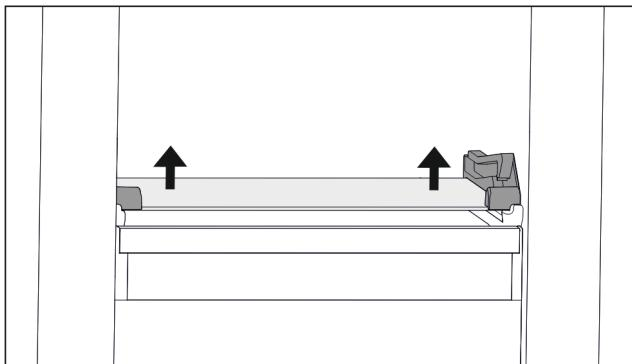

Fig. 70 Skленená doska sklopnej zásuvky
- Na oboch stranách potlačte sklenenú dosku zospodu nahor. (pozri Fig. 70)